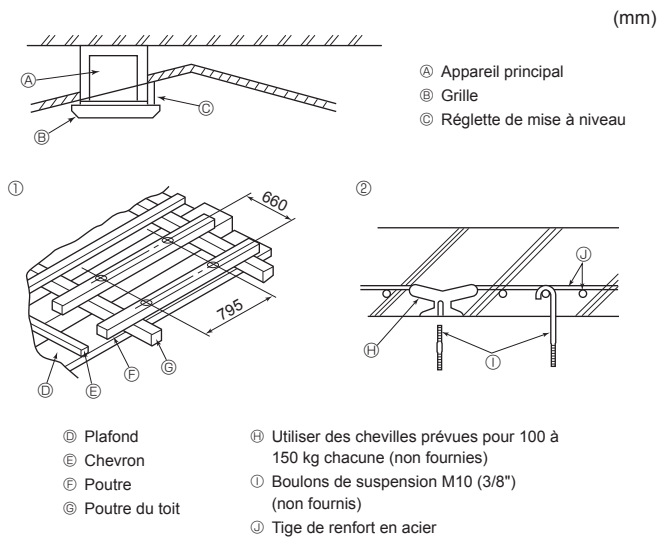

Fig. 3-4
3.4. Structure de suspension (Construire une structure renforcée à l'endroit de suspension de l'appareil) (Fig. 3-4)